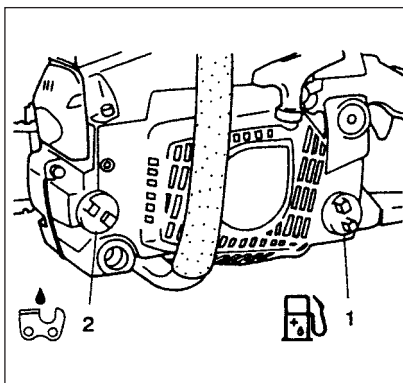

Fig. 2-1B
⚠ ADVARSEL! (Fig. 2-1B)
Kjedeolje (fig. 2-1B)
Når brennstoff (1) eller kjedeolje (2) skal fylles, plasseres enheten med dekselsiden opp. (Fig. 2-1B)